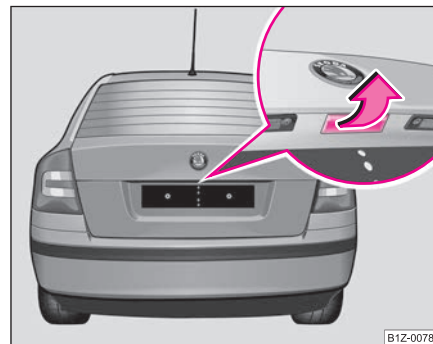

Fig. 30 Clapeta capacului portbagajului
Prin încuiere și descuriere, datorită închiderii centralizate **toate** ușile și clapeta rezervorului* se încuie și se descuie în același timp. Capacul port-bagajului se va încuia la închidere. El se poate deschide apăsând pe mânerul de deasupra numărului de înmatriculare ⇒ pagina 49, fig. 30.
- Apăsați asupra profilului de prindere ⇒ fig. 30 și ridicați simultan capacul portbagajului.